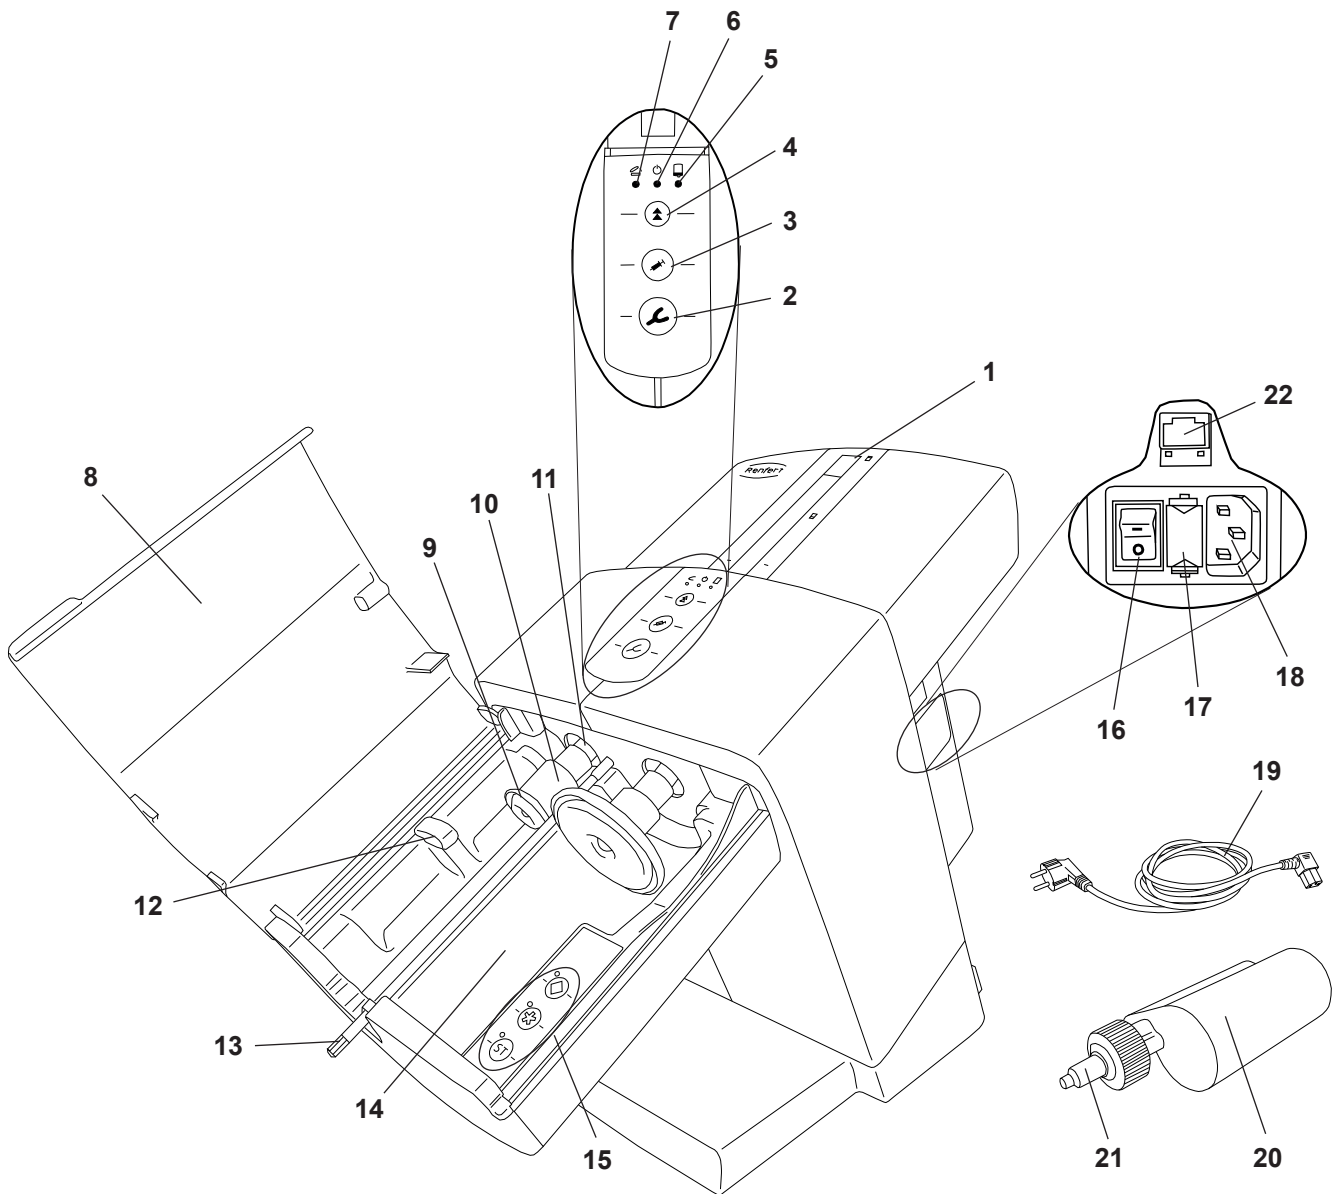

Fig. 1
- ⇒ Brancher le câble secteur livré (19, Fig. 1) dans le port d'alimentation électrique (18).
- ⇒ Allumer l'appareil en appuyant sur l'interrupteur d'alimentation (16).
- ⇒ Fermer le clapet de l'appareil (8, Fig. 1).
- ⇒ Appuyer sur la touche de retour en arrière (4).
- ◆ Les plateaux de pression (9, Fig. 1) retournent en position initiale et s'arrêtent.
- ⇒ Retirer la sécurité de transport (23).
L'insertion ainsi que le remplacement d'une cartouche ne peut se faire que si les plateaux de pression (9, Fig. 1) se trouvent en position initiale.
⇒ Fermer le clapet de l'appareil (8, Fig. 1).
⇒ Ouvrir le clapet de l'appareil (8, Fig. 1).
⇒ Le clapet de l'appareil ne peut être fermé que si la cartouche est correctement insérée. Tant que le clapet de l'appareil n'est pas fermé correctement, la DEL rouge « Clapet de l'appareil ouvert » reste allumée (7, Fig. 1).
- distributeur (3), faible vitesse d'extrusion.
- ♦ La tige de mélange est actionnée afin de permettre à l'extrémité hexagonale (13, Fig. 1) de s'enclencher automatiquement dans l'embout mélangeur (21, Fig. 1).